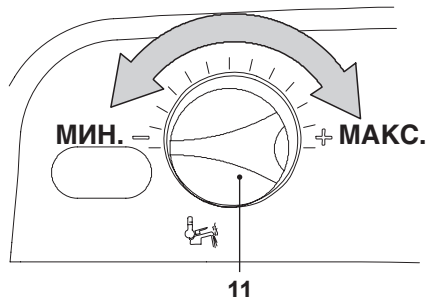

Рисунок 7.7
- Установите регулятор температуры горячего водоснабжения 11, см. Рисунок 7.7, на минимальное значение. На ЖК-дисплее **P09** будет загораться поочередно с **01**.